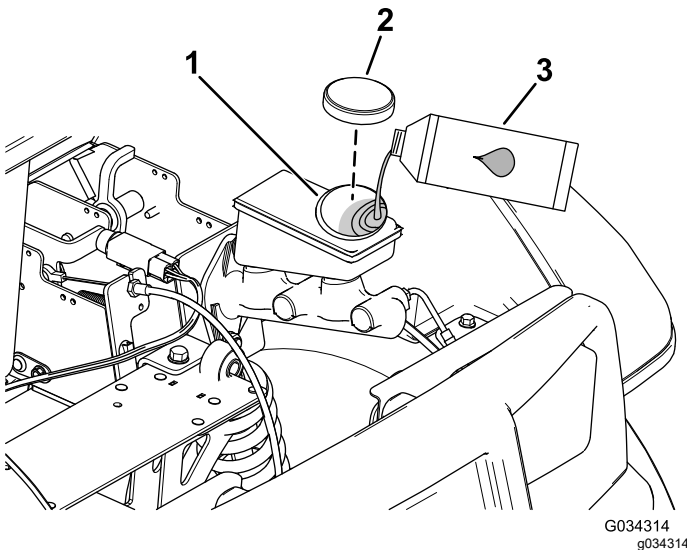

Figure 55
2. Soulevez le capot pour accéder au maître-cylindre de frein et au réservoir (Figure 55).
- A. Nettoyez la surface autour du bouchon du réservoir et enlevez le bouchon (Figure 55).
- C. Remettez le bouchon du réservoir (Figure 55).